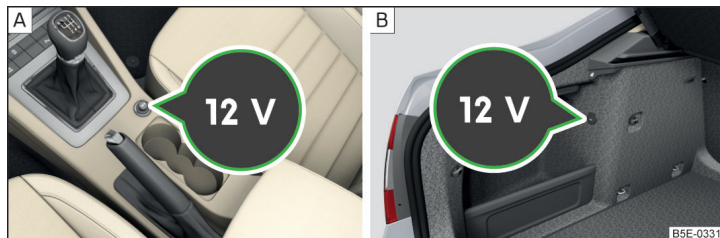

Fig. 94 Cubierta del enchufe de 12 voltios: en la consola central delantera / en el maletero
- Para el uso, retirar la tapa del enchufe » fig. 94 - A o abrir la tapa del enchufe » fig. 94 - B.